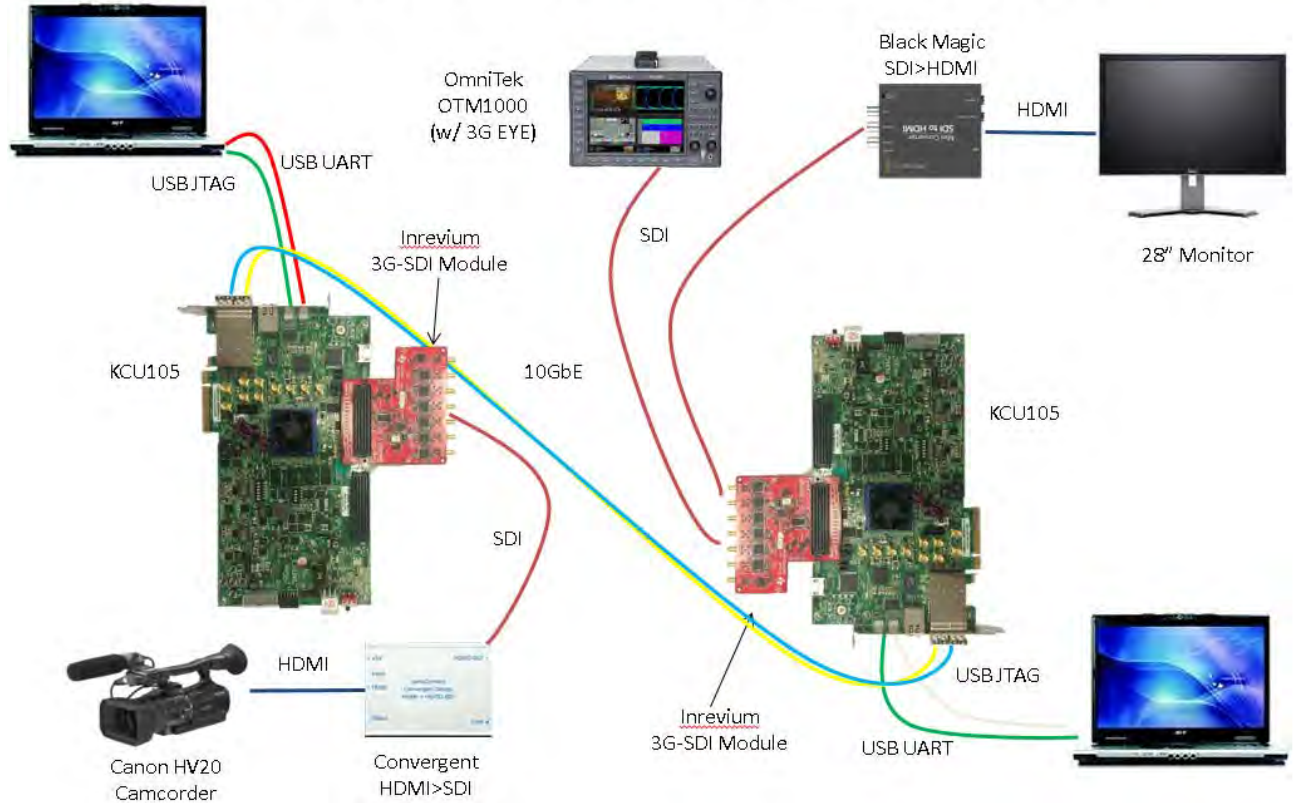
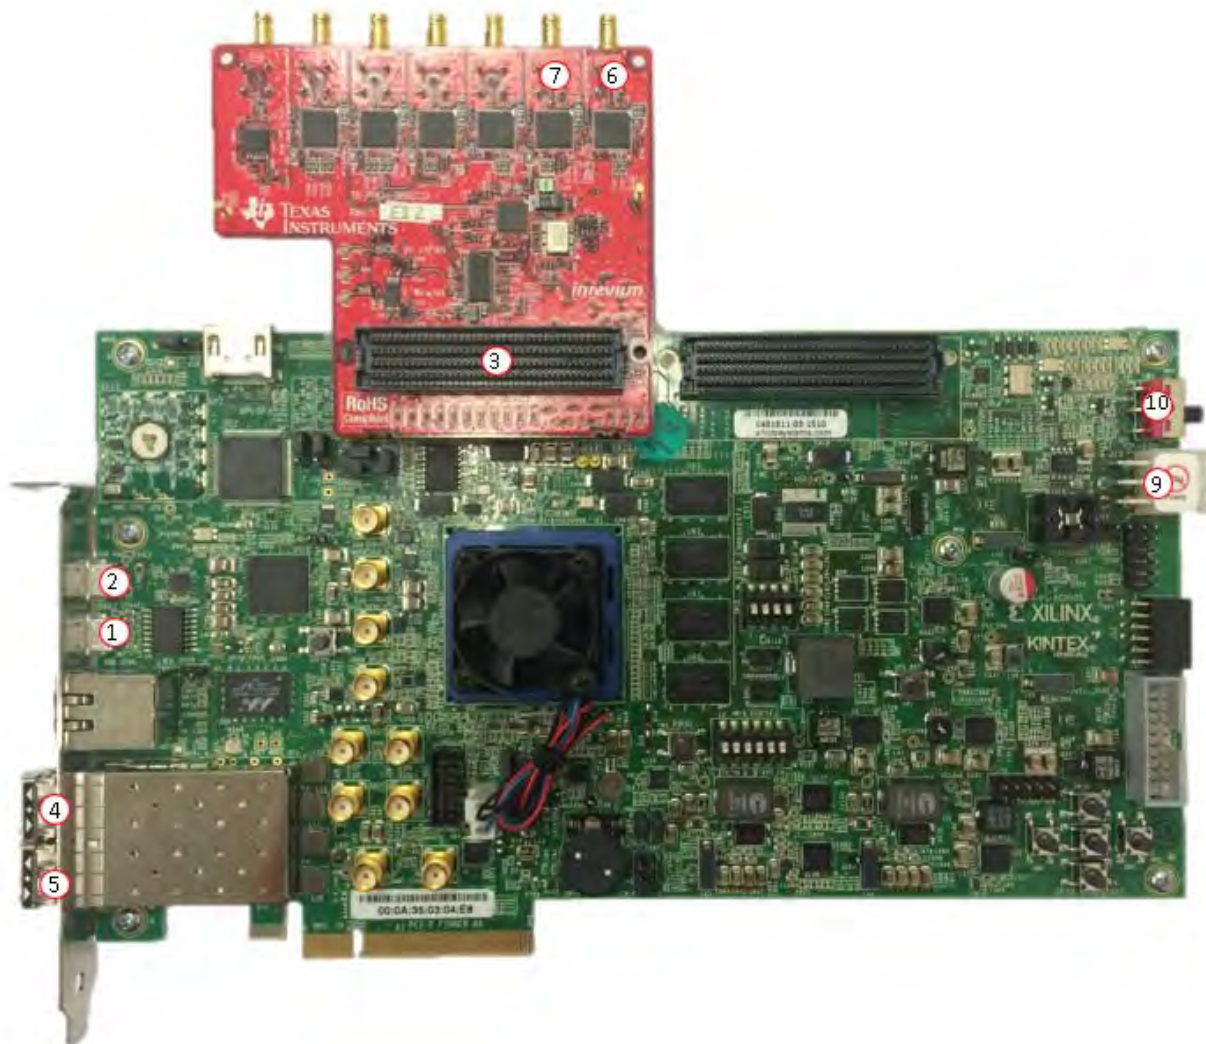

図 10 : SMPTE 2022-5/6/7 デモ システムのセットアップ
図 11 : KCU105 および TB-FMCH-3GSDI2A ボード
このリファレンス デザインは、図 10 と 図 11 に示す KCU105 および TB-FMCH-3GSDI2A ボード上で実行されます。
次の手順のカッコ内の番号は図 11 に示す番号に対応しています。
1. [Xilinx Tools] → [Program FPGA] をクリックします。図 11 を参照してください。